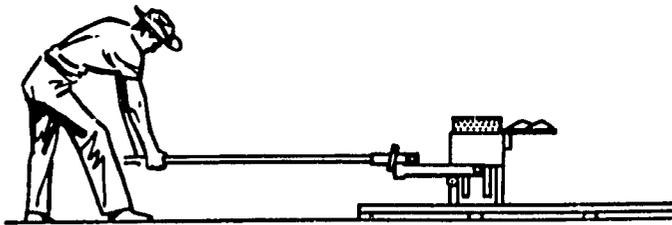

Fig. 13 - Sacando los bloques.
- (12) Baje la palanca para sacar el bloque (ver Fig. 13). Si el bloque está quebrado o deforme no debe usarse. Lea las instrucciones en los párrafos 52-61, Ajustes.